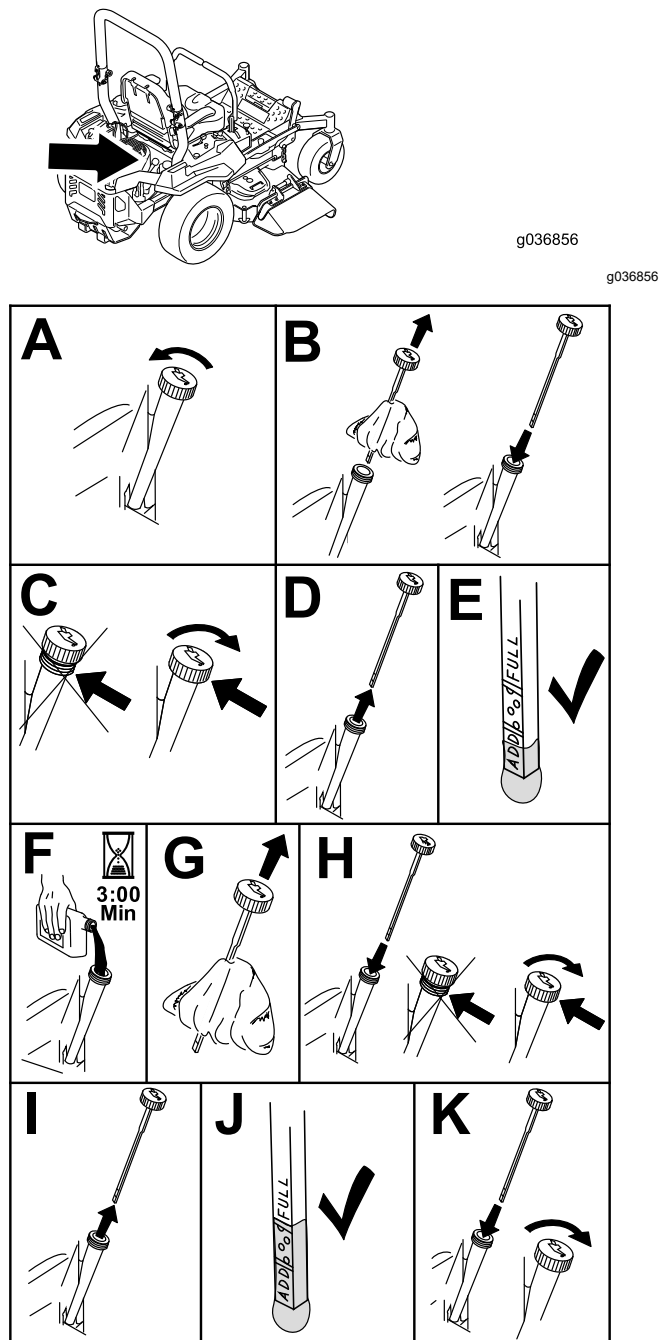

Figura 46
3. Para que no entre suciedad, recortes de hierba, etc., en el motor, limpie la zona alrededor del tapón de llenado/varilla de aceite antes de retirarlo (Figura 46).